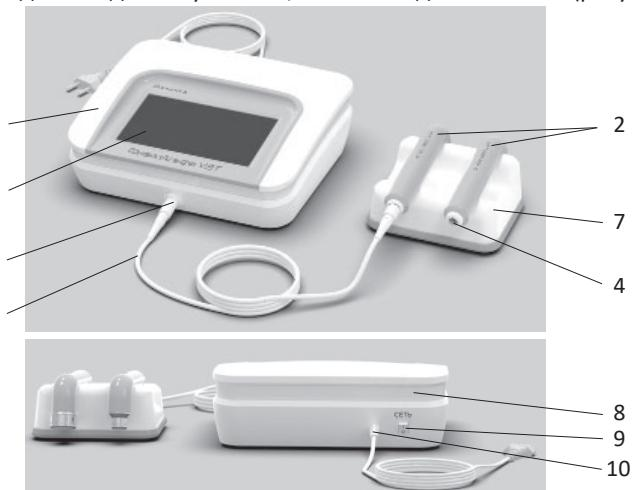
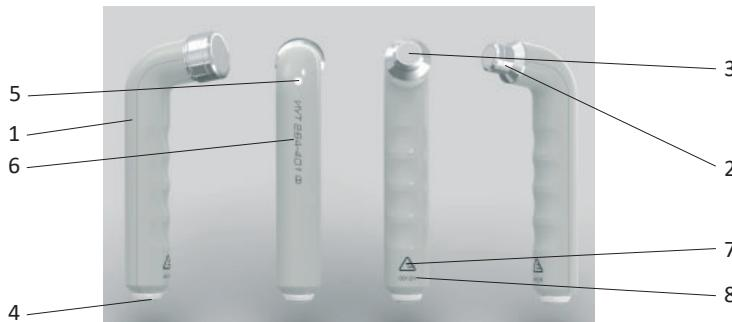
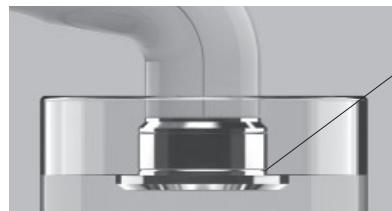

Рисунок 1. Общий вид аппарата
Рисунок 2. Общий вид излучателей
Рисунок 3. Знак, обозначающий допустимый уровень погружения излучателя в воду
Также для световой индикации о текущем состоянии функционирования аппарата используется индикатор, расположенный на ручке излучателя (рисунок 2 позиция 5):
- полное отключение аппарата от сети осуществляется сетевым выключателем «СЕТЬ» (рисунок 1, позиция 9) или за корпус вилки сетевого шнура.
Аппарат для ультразвуковой терапии УЗТ-13.01 Ф «ФИЗИОАЛЬФА УЗТ» состоит из блока управления и индикации, излучателя ультразвукового с акустической рабочей частотой 0,88 МГц и площадью излучения лечебной головки 1 см^2 , излучателя ультразвукового с акустической рабочей частотой 0,88 МГц и площадью излучения лечебной головки 4 см^2 , излучателя ультразвукового с акустической рабочей частотой 2,64 МГц и площадью излучения лечебной головки 1 см^2 , излучателя ультразвукового с акустической рабочей частотой 2,64 МГц и площадью излучения лечебной головки 4 см^2 , подставки для излучателей, кабеля соединительного (рисунок 1).
На передней панели аппарата расположен сенсорный дисплей (рисунок 1, позиция 6), предназначенный для задания параметров работы аппарата, запуска, приостановки и прерывания воздействия, а также для индикации и контроля работы аппарата.
В верхней части корпуса аппарата, по периметру, расположены индикаторы состояния аппарата (рисунок 1, позиция 8), предназначенные для световой индикации. На задней панели аппарата расположен сетевой выключатель «СЕТЬ» (рисунок 1, позиция 9).
Излучатель состоит из ручки излучателя (рисунок 2, позиция 1), лечебной головки (рисунок 2, позиция 2), излучающей поверхности лечебной головки излучателя (рисунок 2, позиция 3), разъема для подключения кабеля соединительного (рисунок 2, позиция 4). На лечебной головке на расстоянии 5 мм от торца расположен знак, обозначающий допустимый уровень погружения излучателя в воду (рисунок 3). Излучатели располагаются на подставке (рисунок 1, позиция 7).